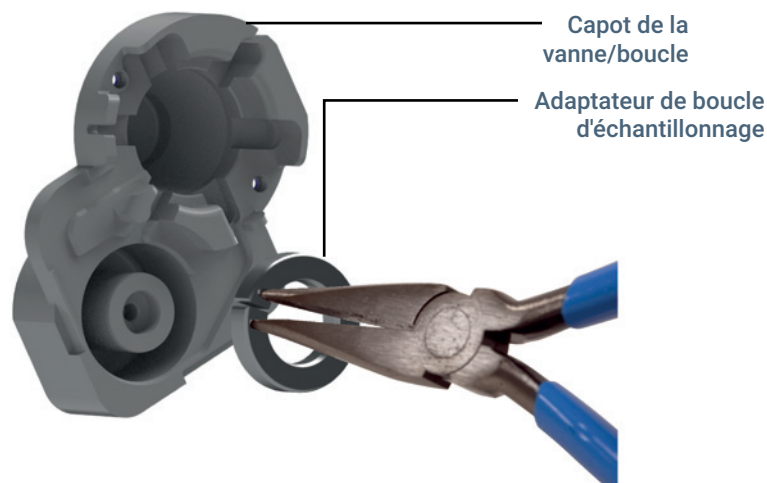

Figure 22. Retirer un adaptateur de boucle d'échantillonnage (G4556-20178 illustré) du capot de la vanne/boucle
- a Saisissez l'adaptateur de la boucle d'échantillonnage à l'aide d'une paire de pincettes à becs fins aux emplacements indiqués à la **Figure 22**.
- b Serrez la paire de pincettes à becs fins et tirez doucement sur l'adaptateur de la boucle d'échantillonnage pour l'extraire du bloc ou du capot, comme illustré à la **Figure 22**.